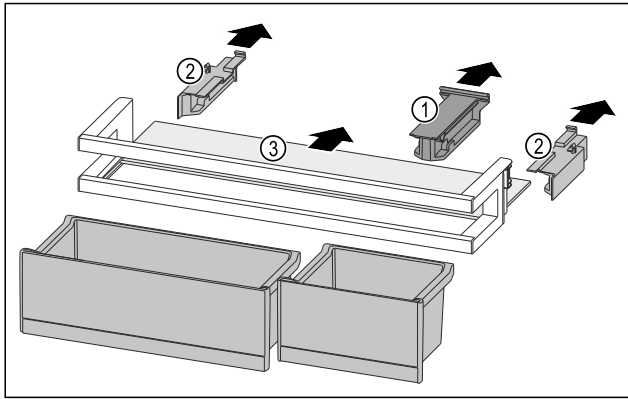

Fig. 228
- ▶ 拉出定位件 Fig. 228 (1)。
- ▶ 拉出侧面部分 Fig. 228 (2)。
- ▶ 取出搁板 Fig. 228 (3)。